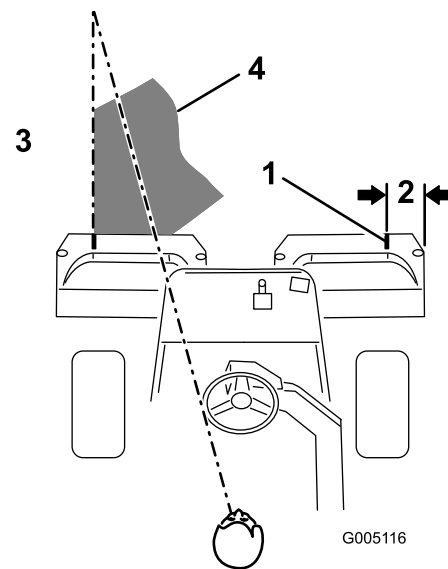

Figura 31
**Nota:** Para cortar em linha reta ao longo do relvado e de modo a conseguir manter uma distância equitativa entre a extremidade da zona de corte anterior, imagine uma linha de visão de aproximadamente 1,8 a 3 metros à frente da máquina até a extremidade da zona por cortar (Figura 31). Inclua a borda exterior da roda motriz na linha de visão; por exemplo, mantenha a borda da roda motriz alinhada com um ponto que se mantém sempre à mesma distância da dianteira da máquina.